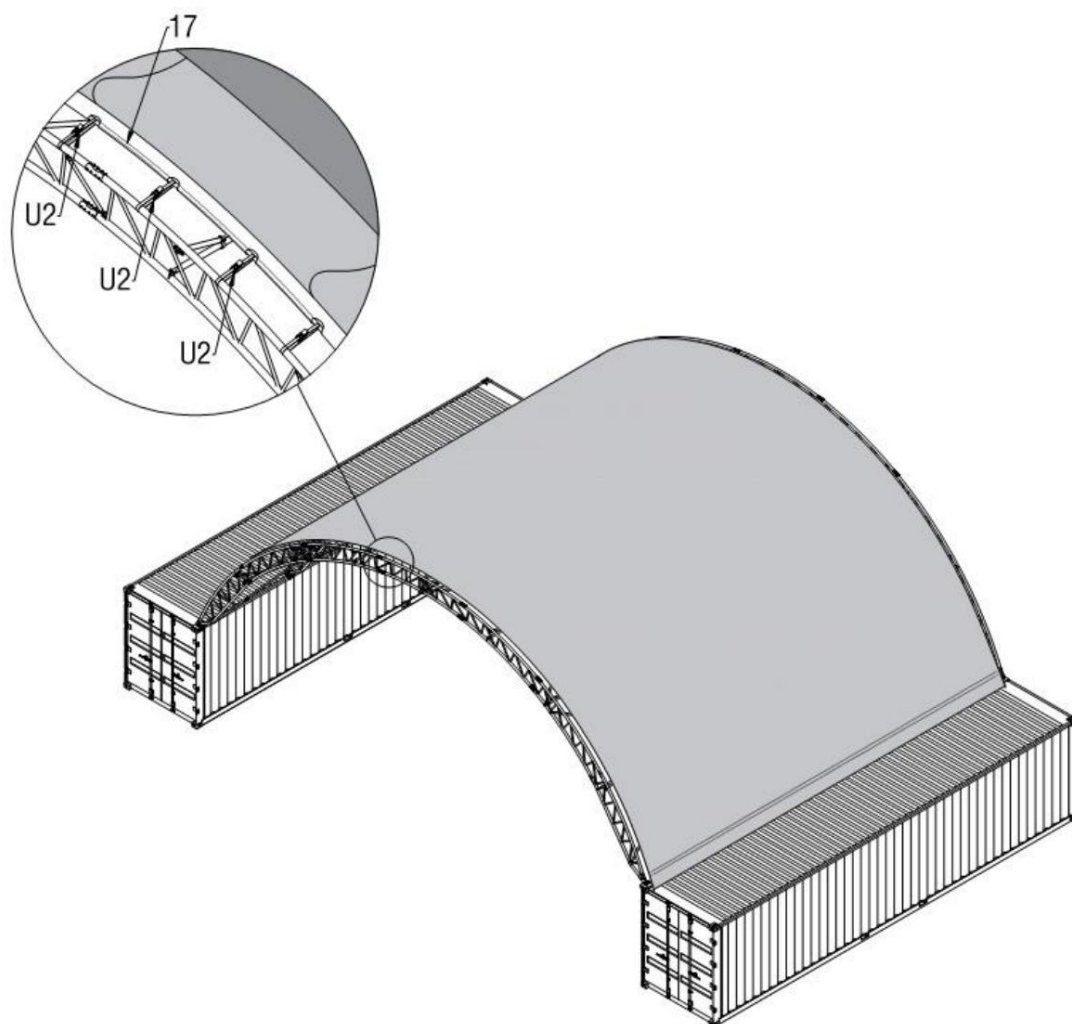

Figure 14
4. Insérez le tube PPR (pièce n° 17) dans l'extrémité de la bâche de toit à l'aide d'une petite clé à cliquet et de sangles (pièce n° U2), en les fixant à l'arceau comme indiqué sur la figure 14. Découpez ensuite la poche inférieure de la bâche de tension en fonction de l'emplacement de la plaque de base (attention au sens de coupe : la découpe doit être perpendiculaire à la poche de la bâche, comme illustré sur la figure 14). Insérez les sangles en nylon (pièce n° U9) dans le treuil, actionnez le treuil de serrage à cliquet d'avant en arrière, puis tendez la bâche de toit. Le serrage de la bâche de toit doit être correct, sans être excessif.